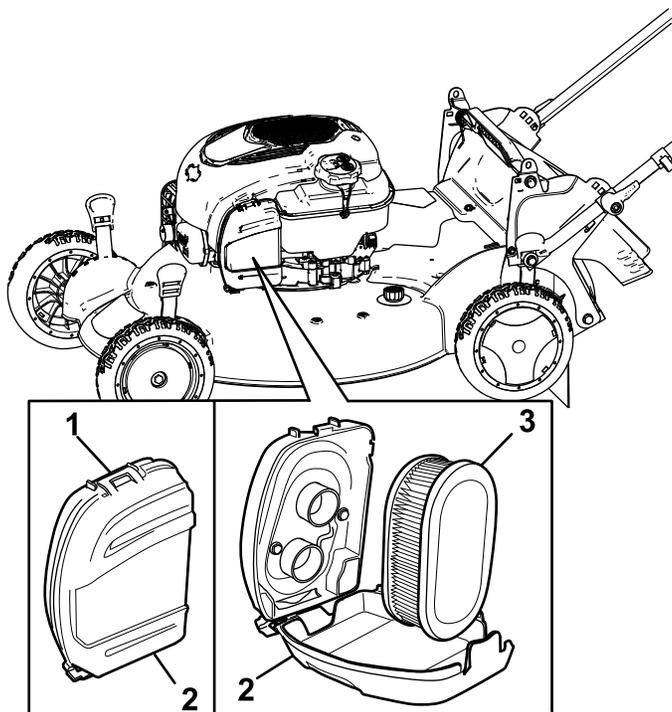

Figure 32
1. Déclipez le haut du couvercle du filtre à air (Figure 32).
2. Retirez le filtre à air (Figure 32).